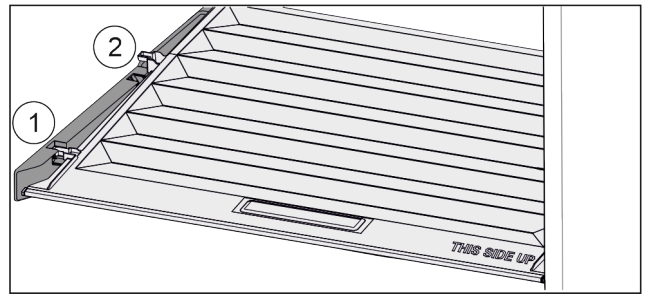

Fig. 137
- ▶ Tõmmake kaant kuni avanemiseni hoidedetailides ettepoole Fig. 137 (1).
- ▶ Tõstke tagant altpoolt üles ja võtke ülespoole ära Fig. 137 (2).